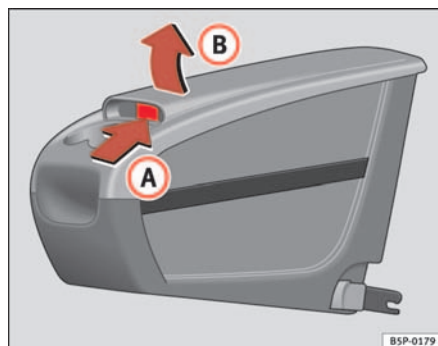

Fig. 112 Porta-objectos móvel. Abertura
- Levante a tampa **(B)**, pela zona **(A)** ⇒ fig. 112.